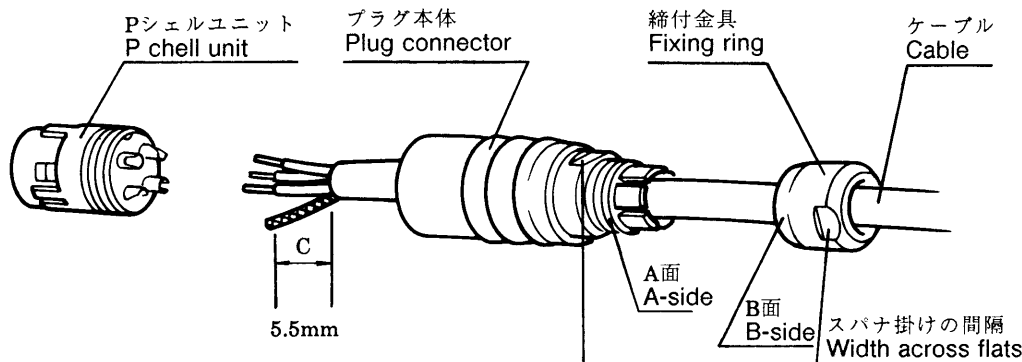

図4 Fig. 4
- (1) ケーブルに締付金具、プラグ本体の順に通して図4のようにします。
- (2) PシェルユニットをRC-C10またはカメラのリモコンコネクタに挿入し、半田結線後Pシェルのねじ部にプラグ本体を単能トルクレンチで約15kg-cmで締め込みます。なお、プラグ本体を締め込む際はC寸法をたるませてください。
- (3) プラグ本体を締め付けた後、同様にプラグ本体のねじ部へ締付金具のB面がプラグ本体のA面に当たるまで締め込み、作業が完了します。
- (1) Thread the cable in the fixing ring and the plug connector as shown in Fig. 4.
- (2) Insert the P shell unit into the remote control connector of the RU-C10 or the camera, and solder the wires. Then, engage the plug connector with the screw portion of the P shell unit and fasten the P shell unit by about 15kg-cm with a torque wrench. Loosen the cords in the C portion, then fasten the plug connector.
- (3) Fasten the fixing ring until the B-side of the plug touches the A-side of the plug body. Thus, the work is complete.